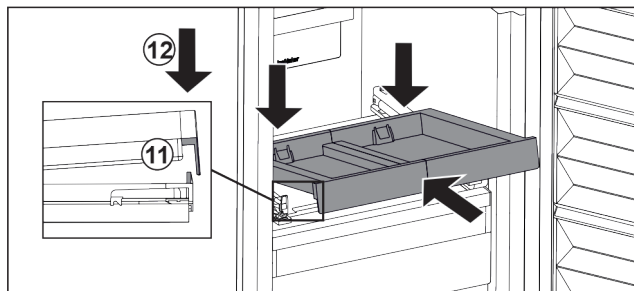

Fig. 27
- ▶ Šikmo zasuňte. Dbejte, aby byl na obou stranách doraz za západkou. Fig. 27 (11)
- ▶ Usadte vpředu vysouvací přihrádku. Fig. 27 (12)